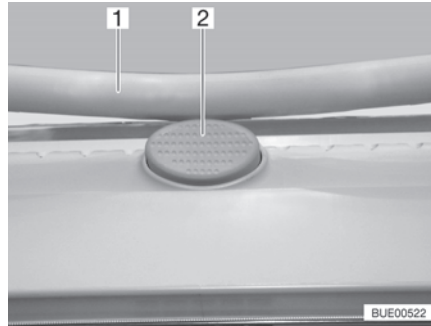

Fig. 53 Bouton de sécurité (lanterneau Heki)
- Appuyer sur le bouton de sécurité (Fig. 53,2) et tirer l'étrier (Fig. 53,1) vers le bas avec les deux mains.
- Pousser l'étrier vers le haut avec les deux mains jusqu'à ce que ce dernier se trouve au-dessus du bouton de sécurité (Fig. 53,2).